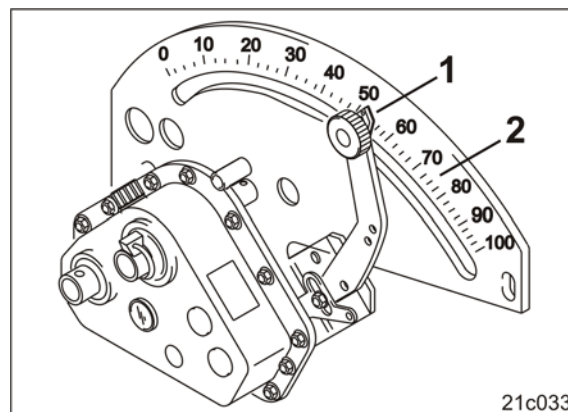

Fig. 197
6. Desserrer le bouton d'arrêt (Fig. 197/1).
7. Placer le pointeur (Fig. 197/2) du levier de transmission sur la valeur de réglage de transmission "50" **en partant du bas**.